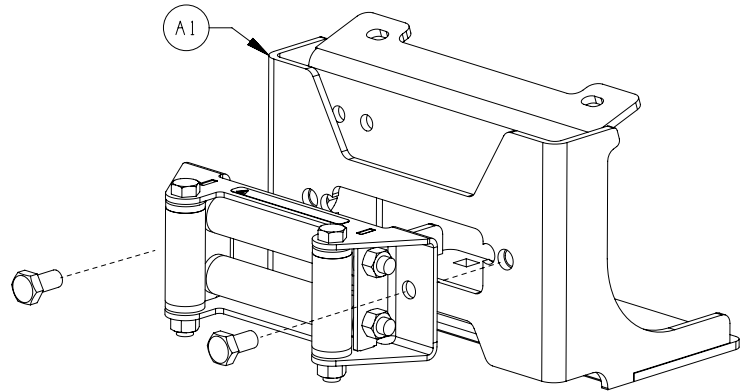

Figure 1
3. Fixer le guide-câble à rouleaux sur le montage (A1). Voir la figure 1.